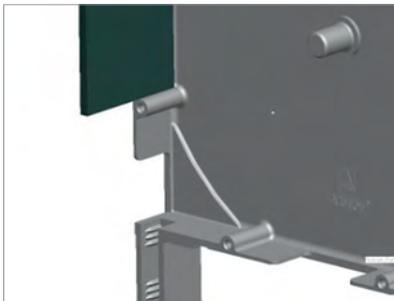

Рис. 3.5
- нижняя кромка пластины не должна ложиться на бобышку на задней стенке крышки **SF205** (рис. 3.5).